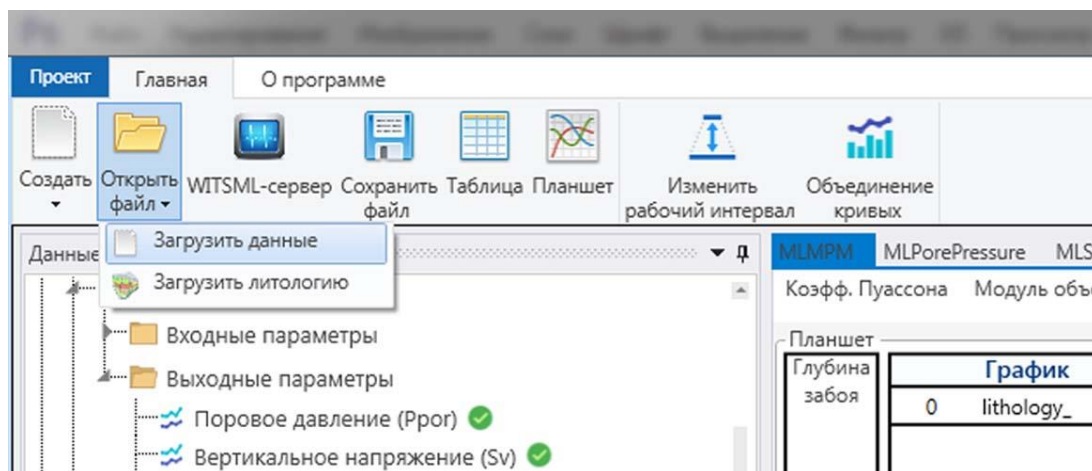

Рисунок 3 Загрузка данных через панель инструментов программы
2. Через кнопку быстрого доступа на панели инструментов «Открыть файл» → «Загрузить данные» (**Рисунок 3**).